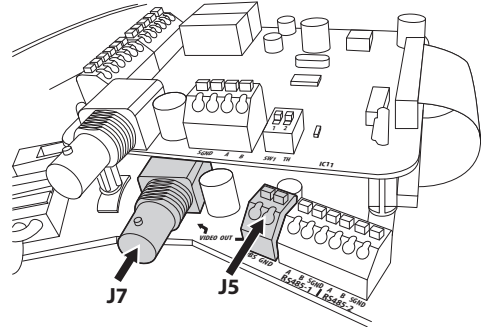

Fig. 13
- **Vidéo principale:** La sortie vidéo principale (connecteurs J5-J7, Fig. 13, page 15) est utilisée pour la transmission du signal vidéo du module intégré.
- **Vidéo principale:** Sur tous les modèles avec caméra thermique uniquement, la sortie vidéo principale (connecteurs J5-J7, Fig. 13, page 15) est utilisée pour la transmission du signal vidéo de la caméra thermique.